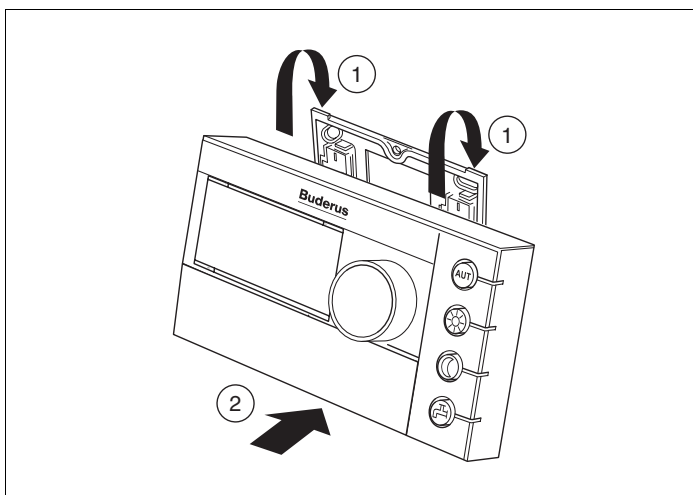

Abb. 4 Bedieneinheit RC30 einhängen
- Bedieneinheit RC30 oben in die Montageplatte in Pfeilrichtung einhängen (Abb. 4, **Pos. 1**).
- Bedieneinheit RC30 unten in Pfeilrichtung gegen die Montageplatte drücken, bis diese einrastet (Abb. 4, **Pos. 2**).
- Bedieneinheit RC30 auf der Unterseite (Abb. 4, **Pos. 2**) entriegeln und oben aushängen.